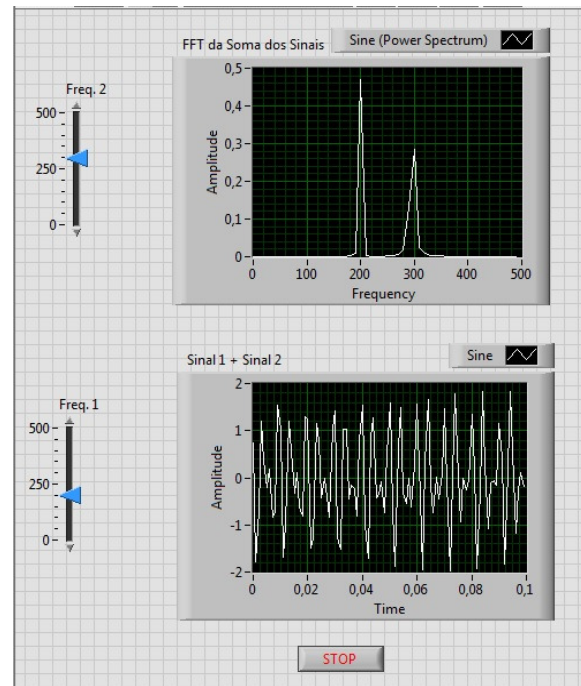

Figura 1 – Painel frontal do sistema de exibição de gráficos.
- 2.2 -** O exercício que se segue é um sistema para aprendizagem de geração de sinais e exibição de gráficos, que faz a soma entre duas ondas senoidais, que são geradas por software no próprio programa, como pode ser visto na Figura 1. Existem dois